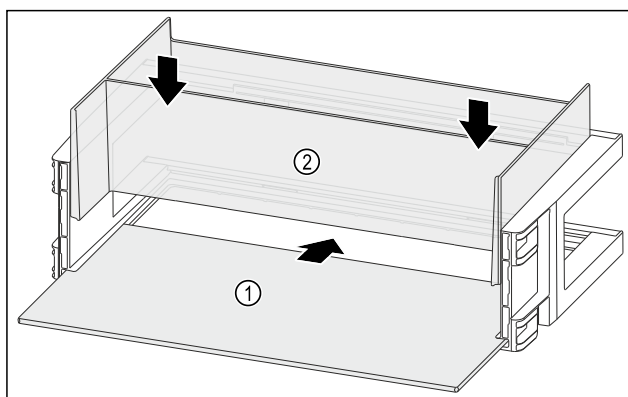

Fig. 125
- ▶ Вдвиньте съемную полку Fig. 125 (1) в боковые пазы.
- ▶ Смонтируйте органайзер Fig. 125 (2).